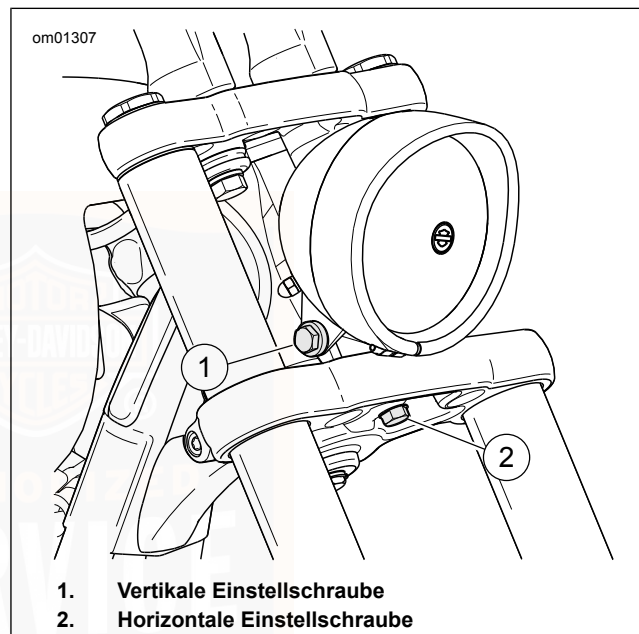

Abbildung 78. Scheinwerfereinstellung
1. Siehe Abbildung 78. Die horizontale Ausrichtung des Scheinwerfers einstellen.
- Die horizontale Einstellschraube (2) lockern. Den Scheinwerfer horizontal ausrichten, bis der Lichtstrahl gerade nach vorne zeigt.
2. Siehe Abbildung 78. Die vertikale Ausrichtung des Scheinwerfers einstellen.
- a. Die vertikale Einstellschraube (1) lockern. Den Scheinwerfer vertikal so weit neigen, bis der Strahl auf der Mitte der horizontalen Linie liegt.
- b. Die vertikale Einstellschraube (1) anziehen: